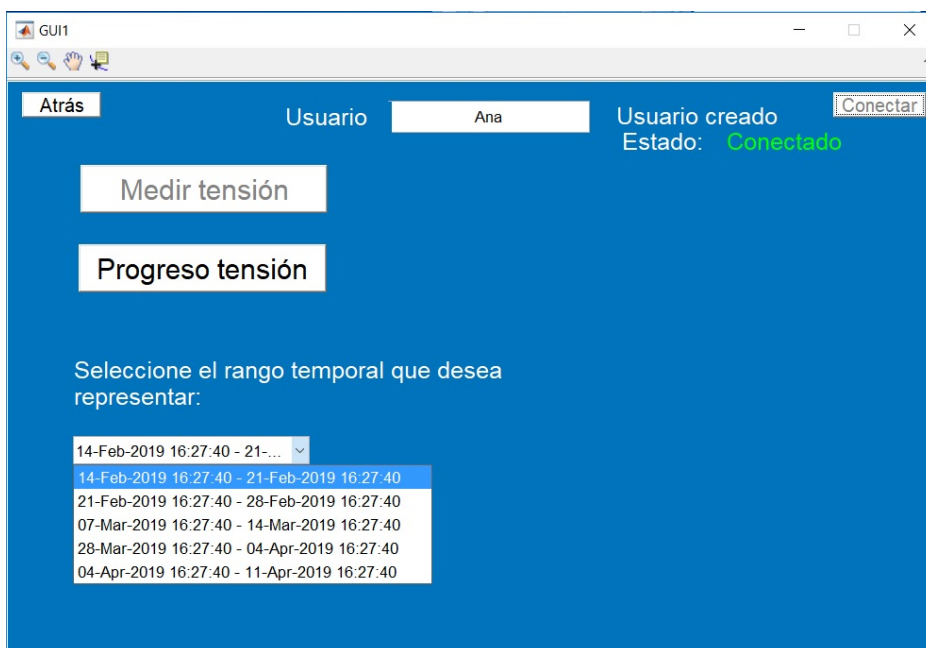

Figura 4.12 GUI Tensiómetro.
5. Finalmente, si se quiere ver el progreso semanal de la tensión basta con pulsar el botón de **Progreso tensión**. En ese momento se despliega en el menú las semanas en las que se han realizado las pruebas, por lo que el usuario puede elegir la semana a mostrar en la gráfica. (Ver Figura 4.12).